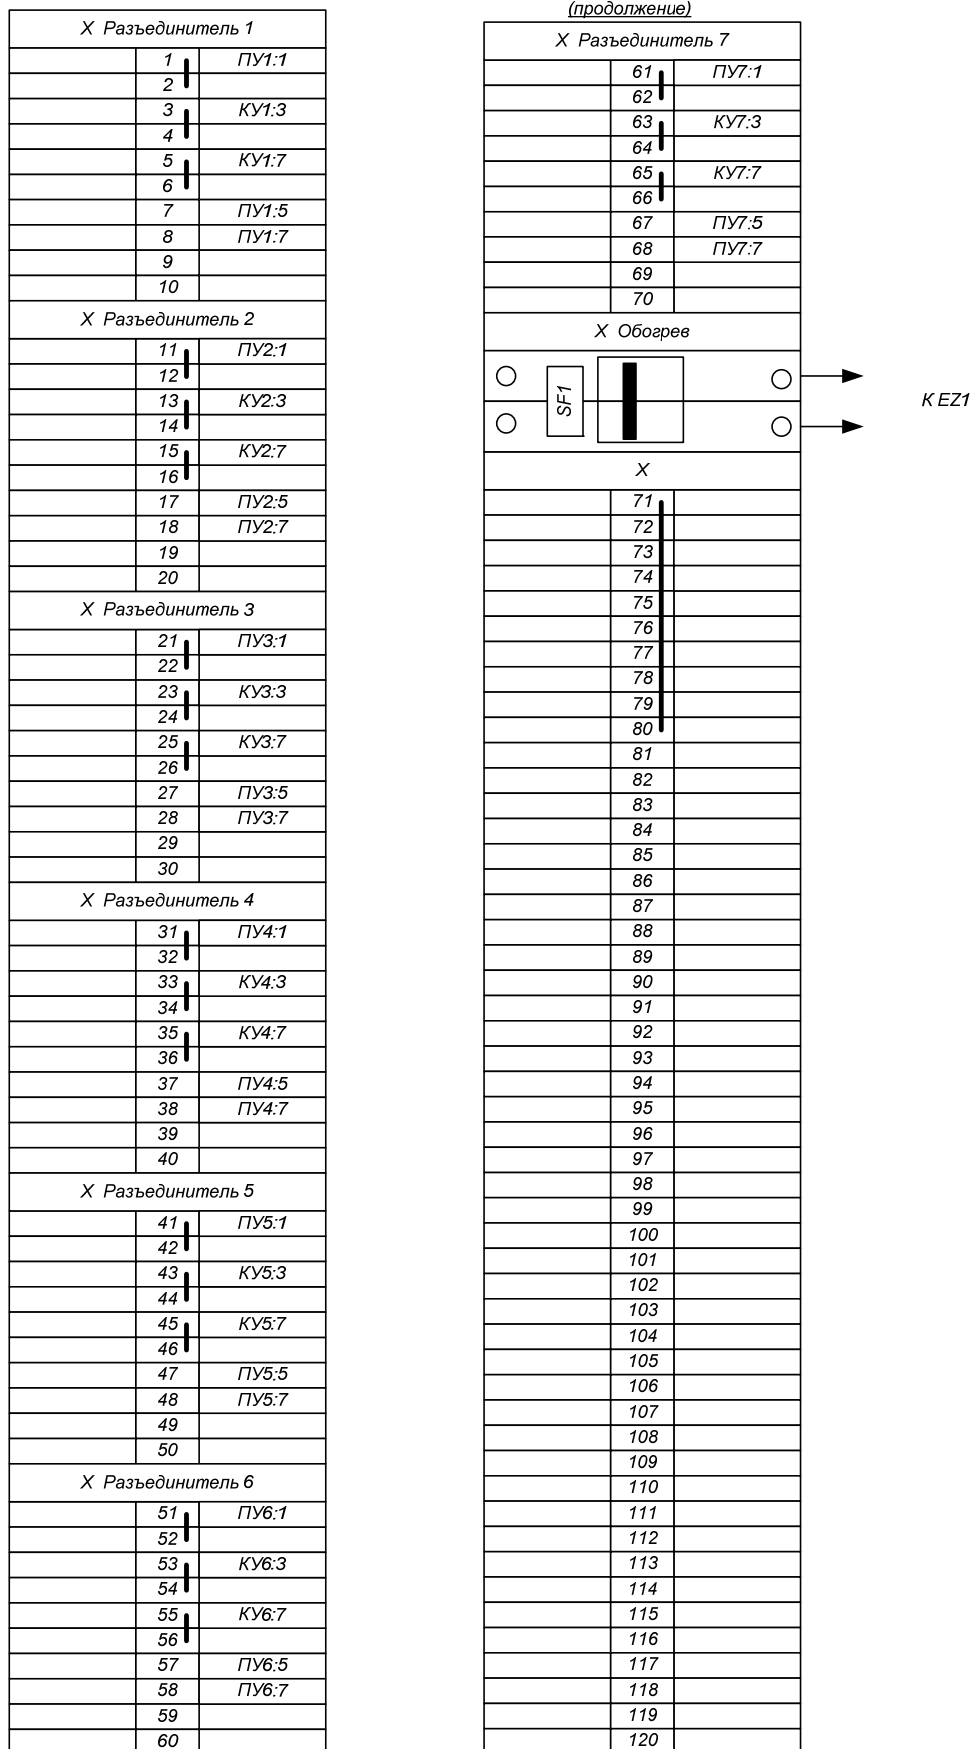

Рис. 2. Ряд зажимов внешних цепей
4.5. Подключение внешних цепей осуществляется с помощью рядов зажимов согласно схемам, представленным на рис. 2 (раздел 11).